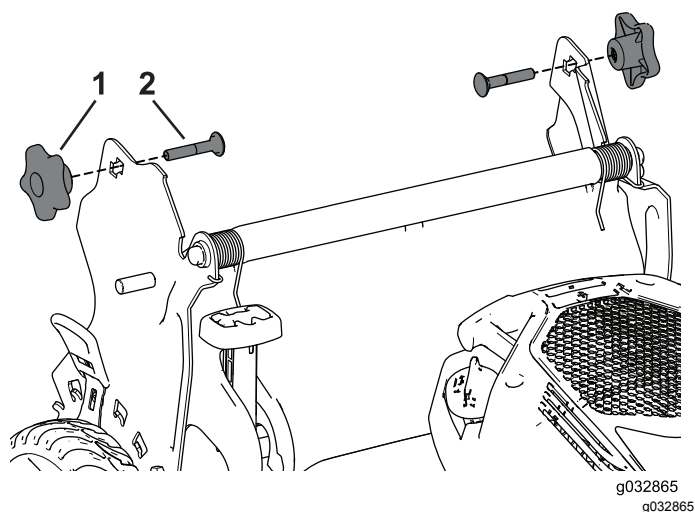

Figura 30
4. Insira um parafuso de carroçaria (com a cabeça do parafuso voltada para dentro) no suporte do manipulador e o orifício superior na extremidade do manipulador. Certifique-se de que as extremidades quadradas de cada parafuso de carroçaria encaixam no orifício quadrado superior ou inferior no seu suporte do manipulador correspondente (Figura 30).